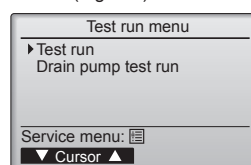

Fig. 7-4
- ④ Wählen Sie "Test run" (Testlauf) mit der Taste [F1] oder [F2], und drücken Sie dann die Taste . (Fig. 7-4)